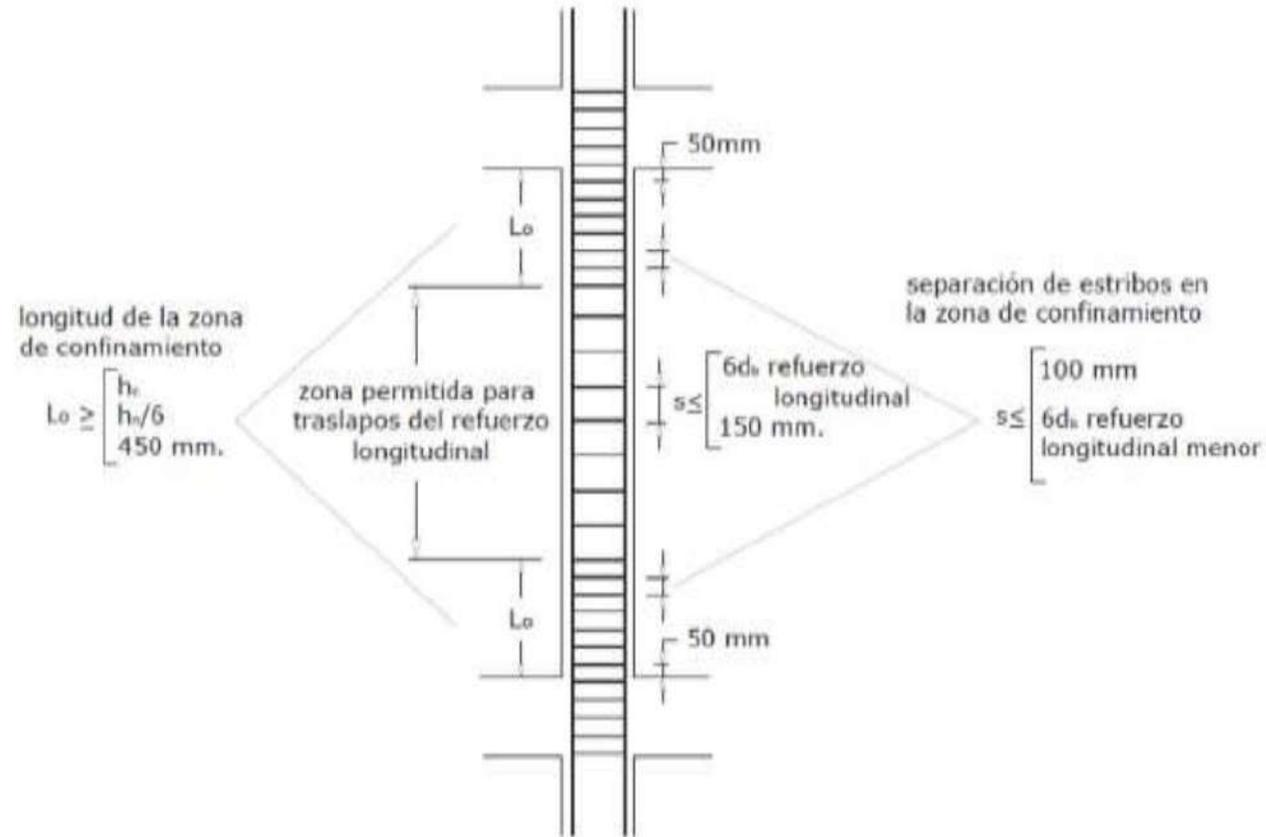

Figura 76: Separación de estribos en viviendas de más de 2 pisos o con luces mayores a 5m
- Respecto al espaciamiento de estribos y zona de traslape de acero longitudinal: se deben seguir los requisitos mostrados en la figura 76.